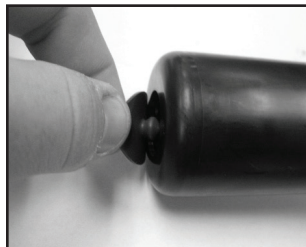

Figura 5
4. Inspeccione la válvula de retención en el fondo del cilindro. Si está gastada o dañada, sáquela y reemplácela presionando en el orificio en el fondo del cilindro. **(Vea la Figura 5)**